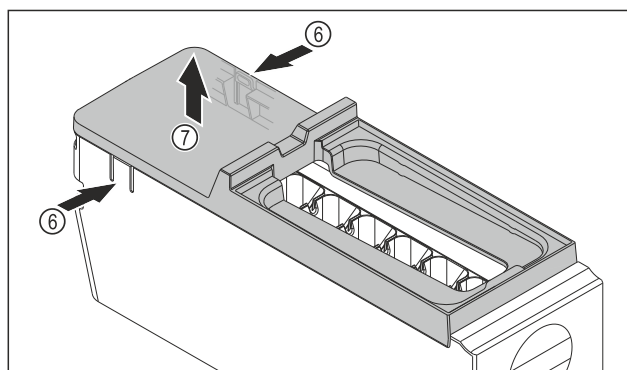

Fig. 172
- ▶ Abdeckung des EasyTwist-Ice-Korpus entnehmen: Laschen Fig. 172 (6) an den beiden Seiten des EasyTwist-Ice-Korpus mit einer Hand drücken.
- ▶ Abdeckung Fig. 172 (7) mit der anderen Hand nach oben entnehmen.